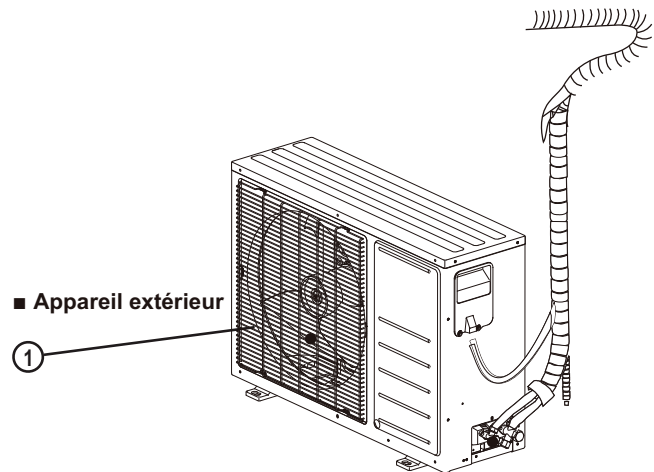

Fig.3 – Appareil extérieur
- La figure 3 ci-dessus n'est qu'une ébauche. Le modèle réel peut être légèrement différent.